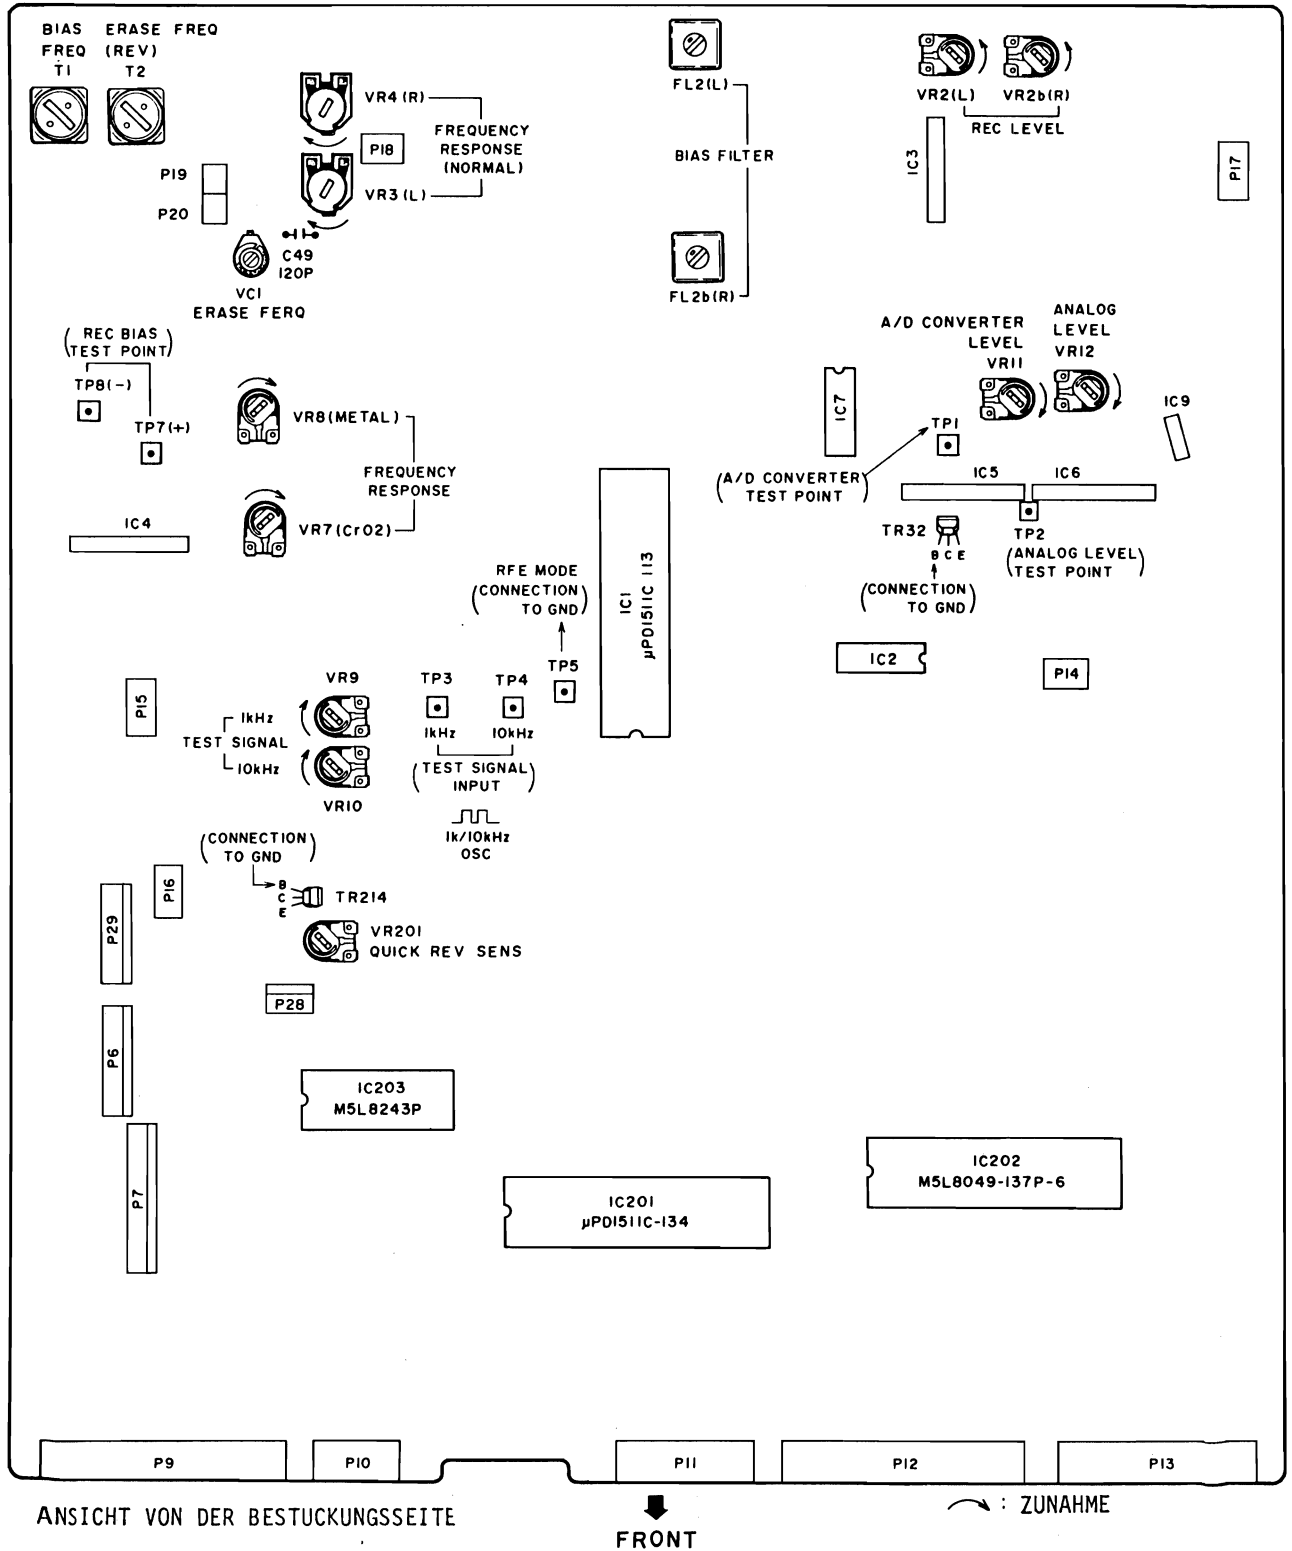

Abb. 7-3 Sys-con und Einmeß-Leiterplatte
b. Für den Einmeß-Abgleich, siehe Abb. 7-3.
- c) Unter Verwendung der bandlosen Cassette VR201 (an der SYS-CON LEITERPLATTE, siehe Abb. 7-3) so einstellen, daß das Digitalvoltmeter in der FWD Wiedergabe $4,30 \pm 0,05V$ -Gleichspannung anzeigt.